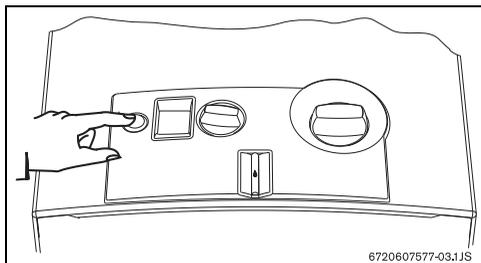

Рис. 4
- ▶ Для включения нажать кнопку вкл./выкл. (рис. 4).